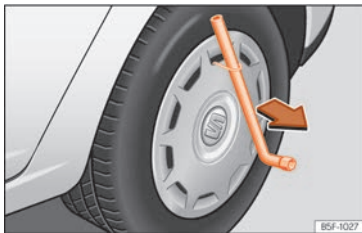

Fig. 67 Démontez l'enjoliveur intégral.
- Introduisez la clé démonte-roue dans le crochet en fil de fer » » **fig. 67** puis tirez sur l'enjoliveur dans le sens indiqué par la flèche.